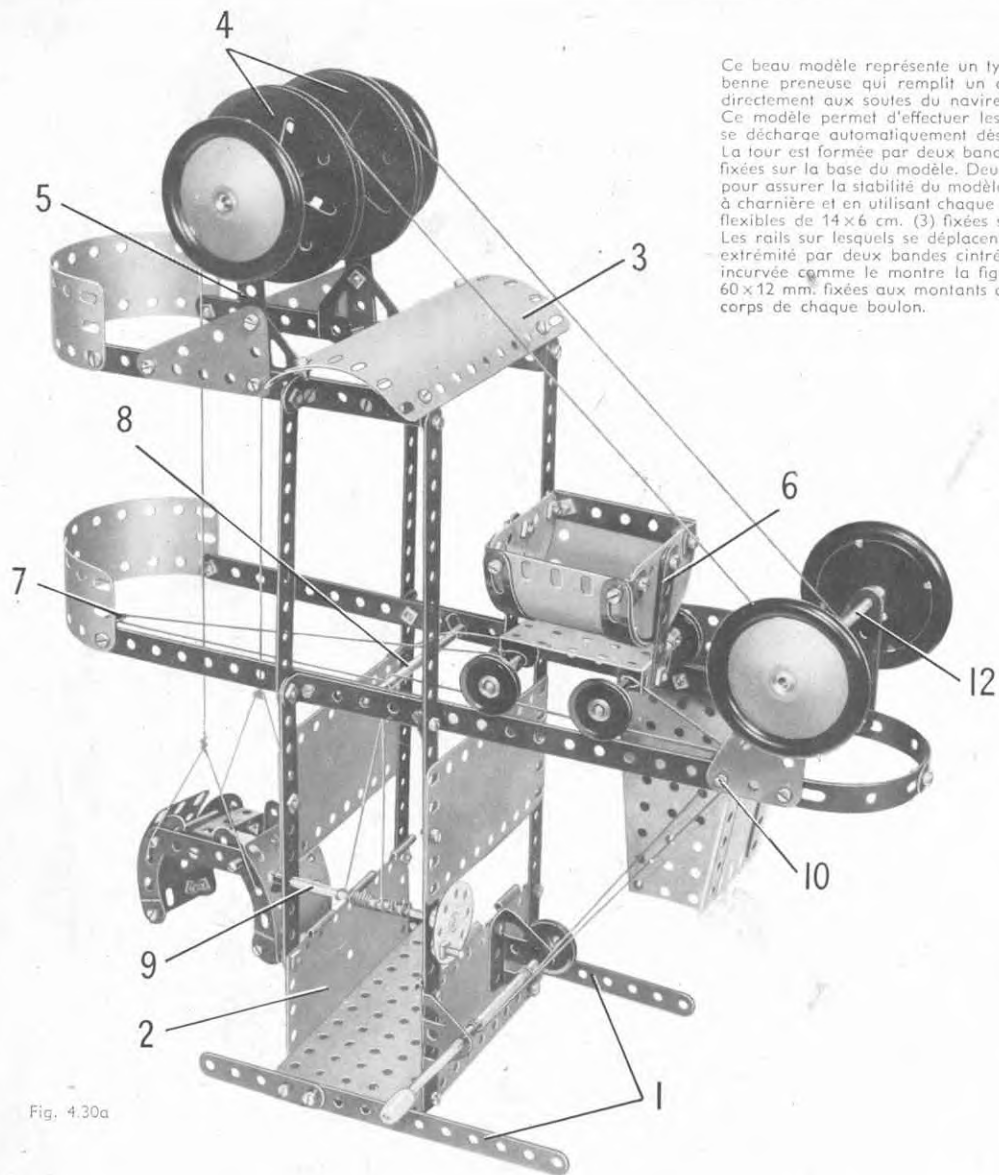

Fig. 4.30a
Le chariot est constitué par deux plaques cintrées de 43 mm. de rayon et deux plaques semi-circulaires réunies l'une à l'autre par des bandes coudées de 60x12 mm. Il pivote sur des boulons de 9,5 mm. fixés sur les bandes de 5 trous (6). L'un des côtés du chariot est lesté par deux bandes cintrées à glissière boulonnées sur les bords de la plaque cintrée comme le montre la figure 4.30a. La base du chariot est une plaque à rebords de 6x4 cm.; un support double boulonné au centre de chaque rebord sert de support aux tringles de 9 cm. qui portent des poulies de 25 mm.